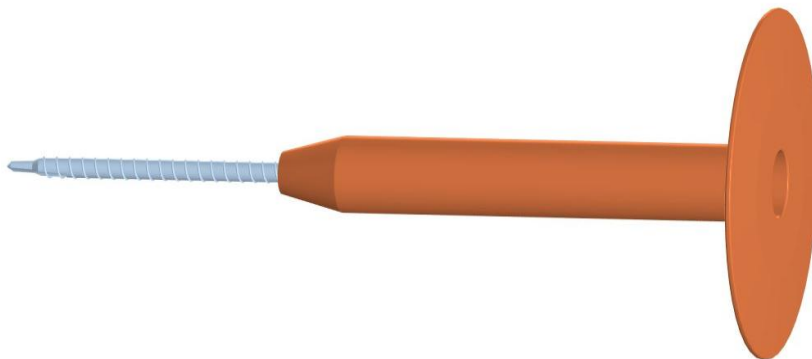

Рис. 2 Крепеж верхнего слоя кровли огнестойкой.
- Крепеж механический (Рис.2) в составе: